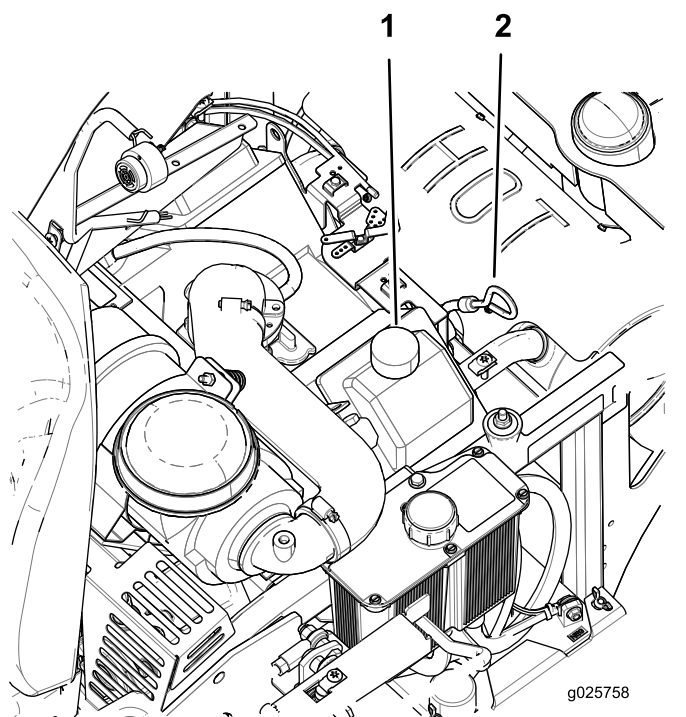

Figura 40
4. Para que no entre suciedad, recortes de hierba, etc., en el motor, limpie la zona alrededor del tapón de llenado/varilla de aceite antes de retirarlo (Figura 40).
8. Si el nivel de aceite es bajo, limpie el área alrededor del tapón de llenado de aceite, retire el tapón y llene hasta la marca de **lleno** de la varilla (Figura 40).
5. Vierta lentamente alrededor de un 80% del aceite especificado por el tubo de llenado y luego añada lentamente el resto del aceite hasta que llegue a la marca **lleno** (Figura 40).
6. Arranque el motor y conduzca hasta una zona llana. Compruebe el nivel de aceite otra vez (Figura 40).